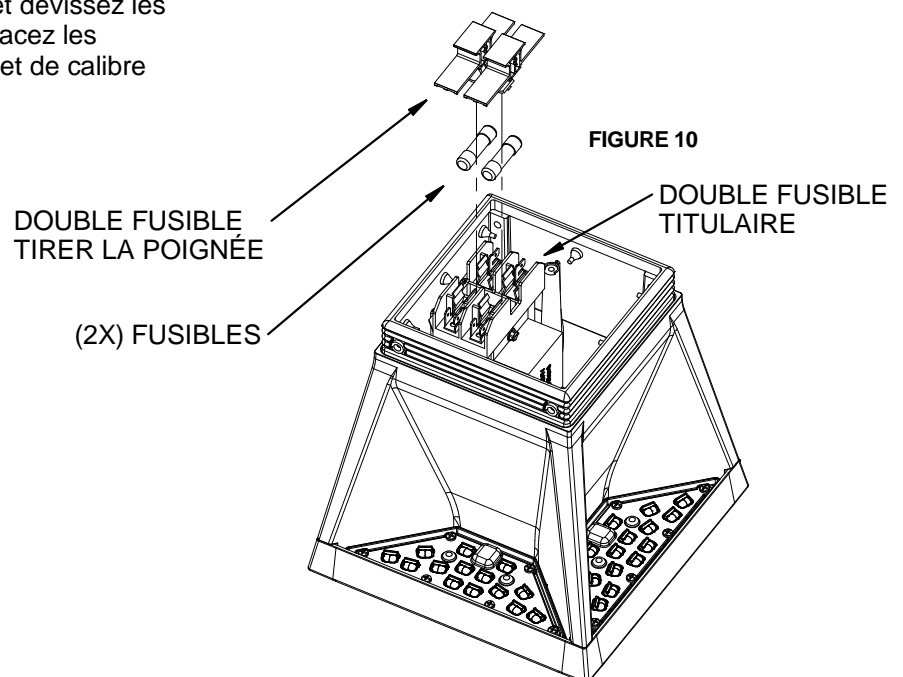

FIGURE 10
9. Le porte-fusible double est situé sous l'assemblage supérieur et est fixé solidement sur le support du pilote (Fig.10). Tirez fermement sur la poignée qui déconnectera les deux fusibles de manière simulée. Inspectez et remplacez les fusibles au besoin par des fusibles de type et de calibre identiques.